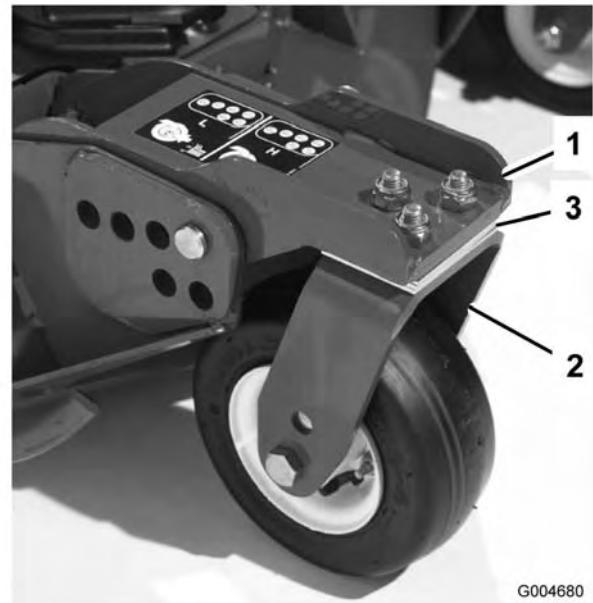

Bild 27
Drehen Sie die Schnittmesser jeder Spindel, bis die Enden nach vorne und hinten gerichtet sind. Messen Sie die Entfernung vom Boden bis zur vorderen Spitze der Schnittkante. Setzen Sie die 3-mm-Beilagscheiben an den vorderen Laufradgabeln auf der jeweiligen Schnitthöhe ein, die auf dem Schild angezeigt wird (Bild 27). Beziehen Sie sich nur für die äußere Spindel auf „Einstellen der Mähwerkneigung“ unter Warten des Mähwerks, Seite 54.
3. Entfernen Sie, wenn die innere Schnittkante des seitlichen Mähwerks im Verhältnis zur äußeren Kante des vorderen Mähwerks zu hoch ist, eine 3-mm-Beilagscheibe von der Unterseite des vorderen inneren Laufradarms am seitlichen Mähwerk (Bild 27). Prüfen Sie das Maß zwischen den äußeren Kanten beider seitlichen Mähwerke sowie der inneren Kante des seitlichen Mähwerks und der äußeren Kante des vorderen Mähwerks.